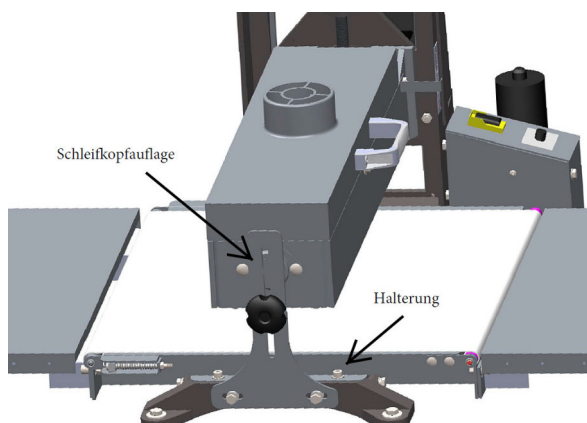

Abb. 27: Vorschubband austauschen
1. Tauschen Sie ein schadhaftes Schleifband sofort aus. Überprüfen Sie in regelmäßigen Abständen die korrekte Einstellung des Vorschubbandes. Schmieren Sie monatlich alle bewegten Teile (Abb.27) wie Gewindespindel, Scheiben und Lagerbüchse einschließlich der Höhenanschlag, Gleitflächen und Buchsen, die mit dem Höheneinstellmechanismus verbunden sind. Verwenden Sie hierfür kein Öl oder Fett, da es dazu neigt, Sägemehl zu binden.